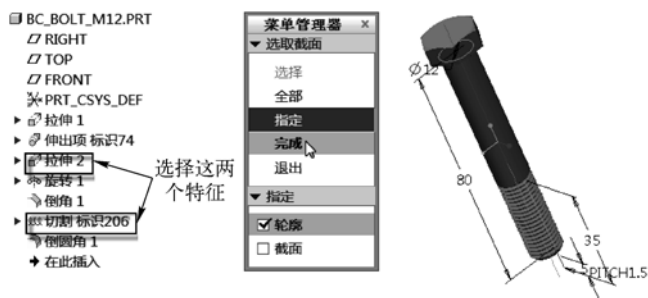

图 10-9 选择要添加的特定对象
③ 在“族表”对话框中单击“添加/删除表列”按钮，系统弹出“族项，类属模型”对话框，以定义模型成员间的差异。
④ 在“添加项”选项组中设置要添加到新变量的对象类型。在这里，选择“尺寸”单选按钮。
⑤ 在图形窗口（或模型树）选择“拉伸 2”特征和“螺旋扫描切割”特征。其中，当选择到“螺旋扫描切割”特征（模型树中倒数第二个特征）时，系统弹出一个菜单管理器，从中选中“轮廓”复选框，接着选择“完成”选项，以显示螺旋扫描特征的轮廓轨迹尺寸，如图 10-9 所示。